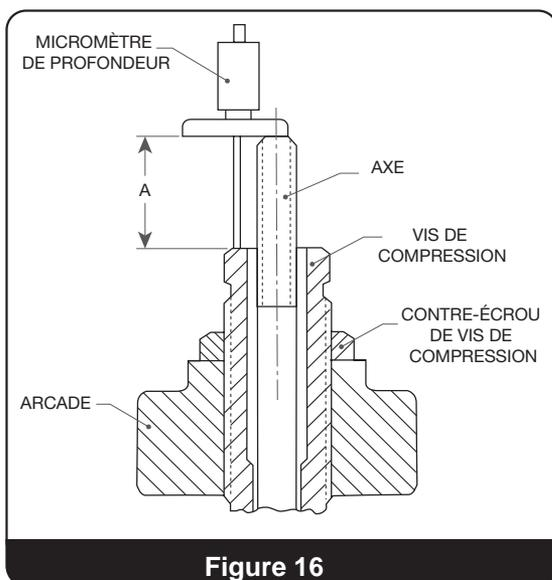

Figure 16
26. Voir la Figure 16 et établir la dimension A par rapport à celle précédemment enregistrée dans l'étape XI.B.4 de la section « Démontage ».